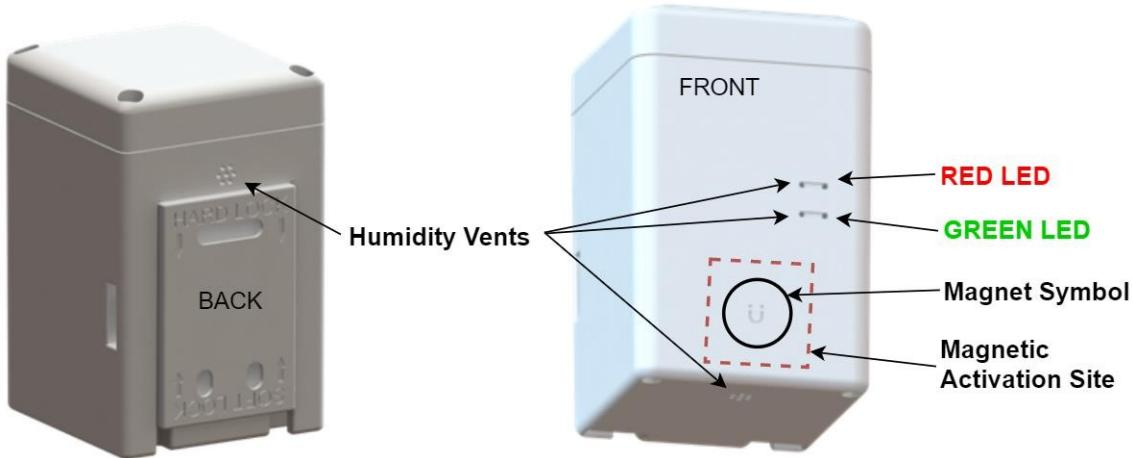

Abbildung 2-2: STORK-Gehäuse und externe Schnittstellen
1. Halten Sie den Magneten **3 bis 10 Sekunden** lang an die magnetische Aktivierungsstelle am Gehäuse, wie in Abbildung 2-2 unten gezeigt.